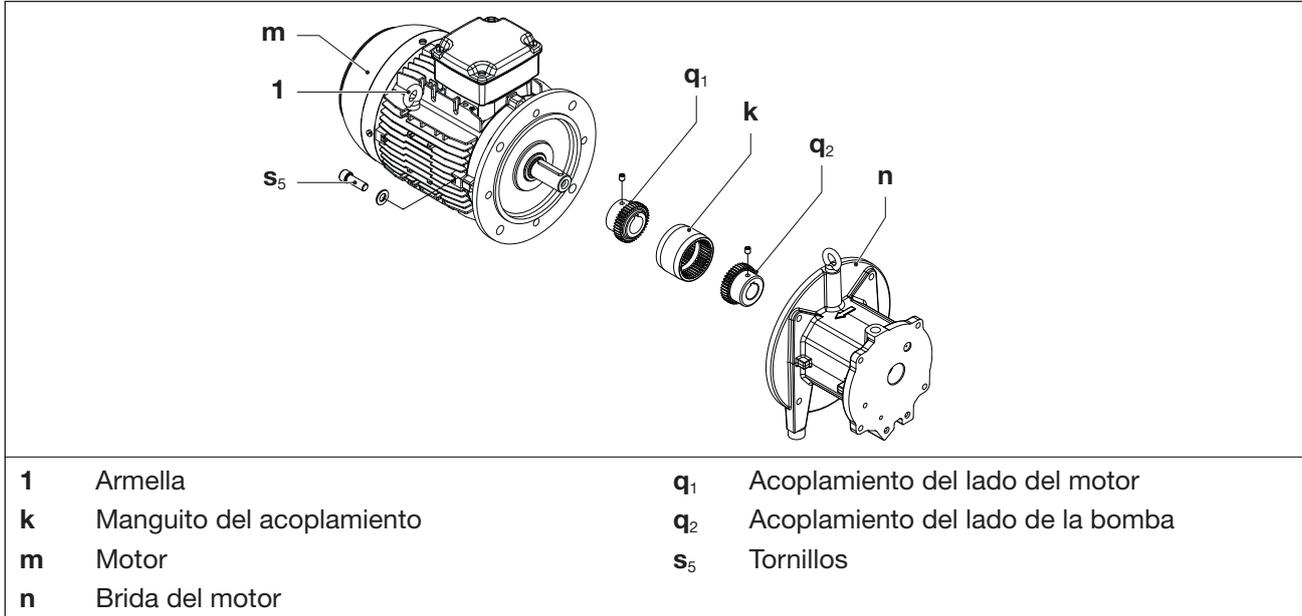

Fig. 10 Acoplamiento
El manguito del acoplamiento (Fig. 10/k) está sujeto a desgaste y debe comprobarse periódicamente (al menos 1 vez al año).
- b) Apretar bien la armella en el motor (Fig. 10/1).
- d) Aflojar los tornillos (Fig. 10/s5) en la brida del motor (Fig. 10/n).
- e) Extraer axialmente el motor con su parte del acoplamiento (Fig. 10/q1) de la brida del motor (Fig. 10/n) y suspenderlo mediante el equipo de elevación.
- f) Comprobar el manguito (Fig. 10/k) en busca de daños y desgaste y, dado el caso, cambiarlo.
- g) Volver a colocar el manguito y el motor con parte del acoplamiento del lado del motor de forma axial y con los tornillos (Fig. 10/s5) fijados en la brida del motor (Fig. 10/n). Par de apriete: 90 Nm